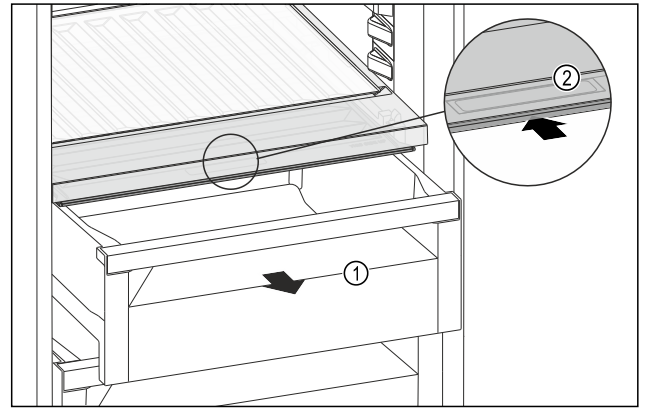

Fig. 157
- ▶ Extraer el compartimento Fig. 157 (1).
- ▶ Agarrar el tirador empotrado Fig. 157 (2) en la tapa del compartimento y tirar de la tapa del compartimento hacia atrás al mismo tiempo.